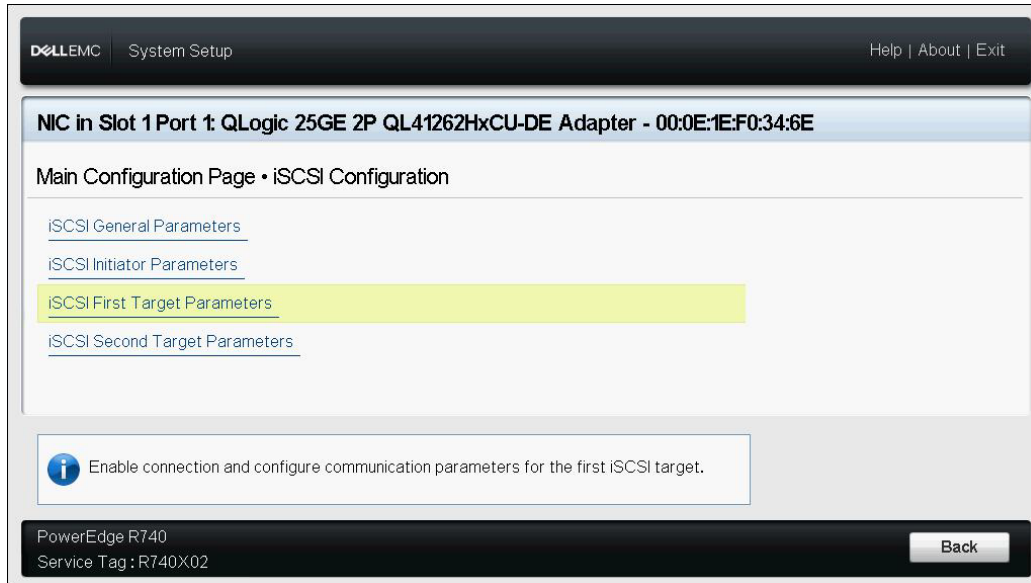

Ilustración 6-10. System Setup: Selecting iSCSI First Target Parameters (Configuración del sistema: Selección de Parámetros de destino primario iSCSI)
8. Seleccione **iSCSI First Target Parameters** (Parámetros de destino primario iSCSI) (Ilustración 6-10) y, a continuación, pulse INTRO.